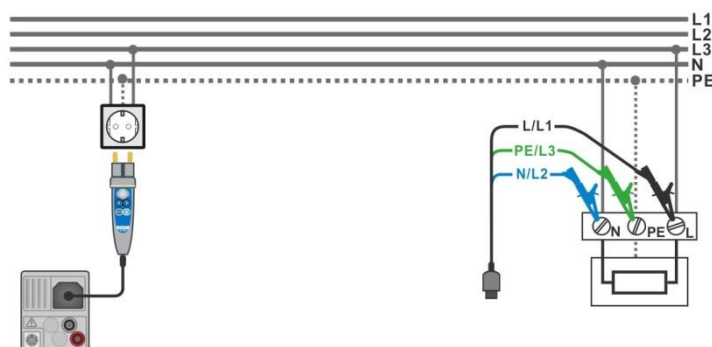

figura 7.27: Collegamento di puntale remoto e puntale a 3 fili
- › Collegare puntali o il puntale remoto all'oggetto in prova, vedere **figura 7.27**.